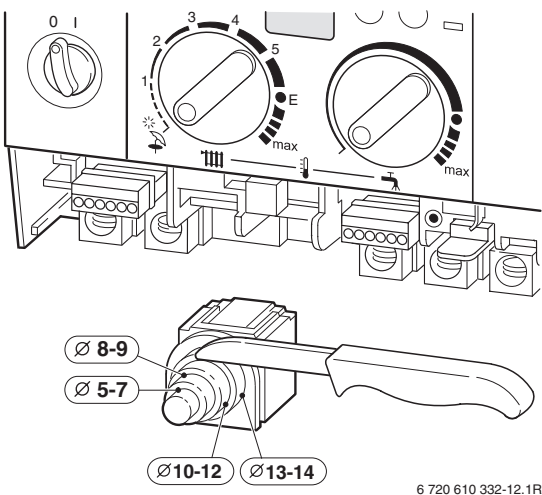

Рисунок 21
- ▶ Для защиты от брызг воды (IP): фиксирующие кольца для проводки кабеля не должны превышать диаметр кабеля (см. рисунок 21).